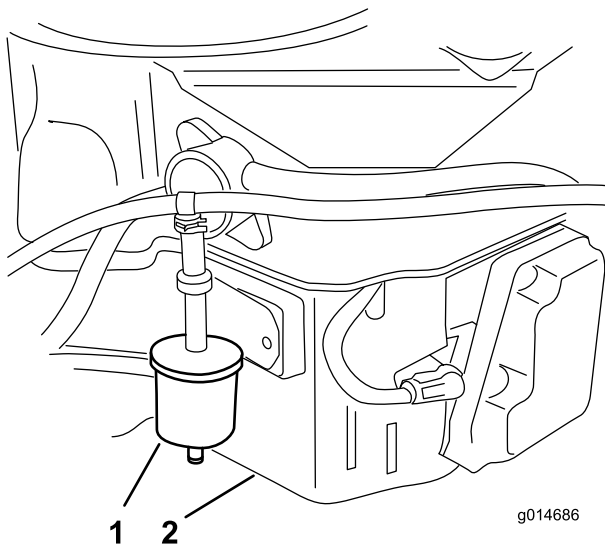

Figure 36
3. Déposez le filtre de mise à l'air libre de carburant existant (Figure 36).